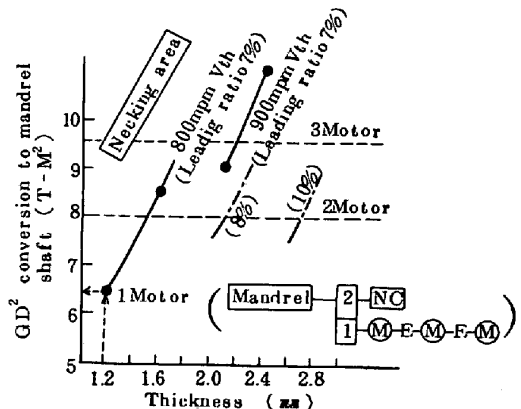

Fig 3. Effect of triple motor
(3) ネッキング : モータ切替方式, 最大トルク制御, 油圧ラッパー, ラップロール4本等導入した。(Fig. 3)
(4) テレスコ : ガタ取りのためのプルバック機構採用
(5) 飛び込み疵 : ディスクローラ付サイドガイド採用